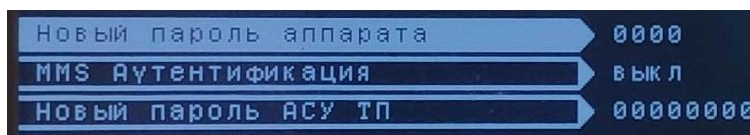

Рисунок 20 – Подраздел «Изменение пароля»
2.3. «Изменение пароля» - подраздел предназначен для изменения ранее установленного пароля (см. рисунок 20).